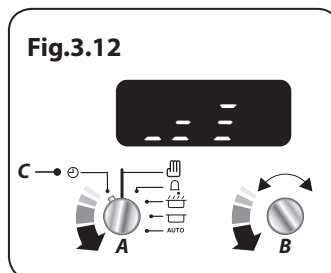

Fig.3.12
Tournez le bouton du Programmeur (A) sur la position Horloge (C). Tournez le bouton Réglage (B) dans le sens antihoraire jusqu'à ce que les barres de volume s'affichent (**Fig.3.12**).
Appuyez sans relâcher sur le bouton Heure d'arrêt [⏏], (Fig.3.12). En même temps, appuyez sur (-) ou (+) jusqu'à « l'heure d'arrêt » s'affiche (Fig.3.13). Relâchez les boutons.